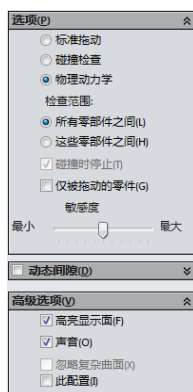

图 7-65 物资检查时的设置
**05** 物资动力设置。在“移动零部件”或者“旋转零部件”属性管理器中，在其“选项”一栏中选中“物理动力学”复选框，下面的“敏感度”工具条可以调节施加的力；在“高级选项”一栏中选中“高亮显示面”及“声音”复选框，则碰撞时零件会亮显并且计算机会发出碰撞的声音。物资动力设置如图 7-65 所示。